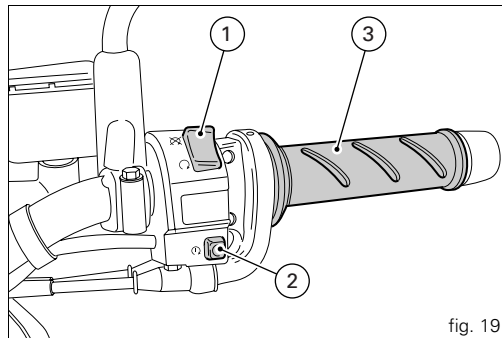

fig. 19
- 1) se il codice viene riconosciuto, la spia IMMO (3, fig. 5), posta sul quadro strumenti, emette un breve lampeggio; il sistema di protezione ha riconosciuto il codice della chiave e disattiva il blocco motore. Premendo il pulsante  avviamento motore (2, fig. 19), il motore si avvia;
Commutatore destro (fig. 19)
Manopola girevole comando acceleratore (fig. 19)